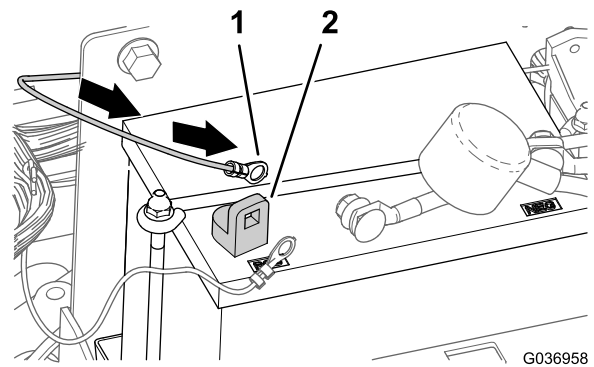

Figura 27
2. Enrute la pata del arnés que tiene el terminal de anillo al borne positivo de la batería (Figura 27).